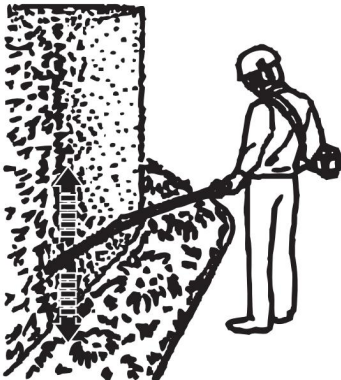

Fig. 59
4. Schneiden Sie beide Seiten von unten nach oben nach oben. Dadurch wird verhindert, dass Schnittgut in den noch zu schneidenden Bereich fällt (Abb. 59).